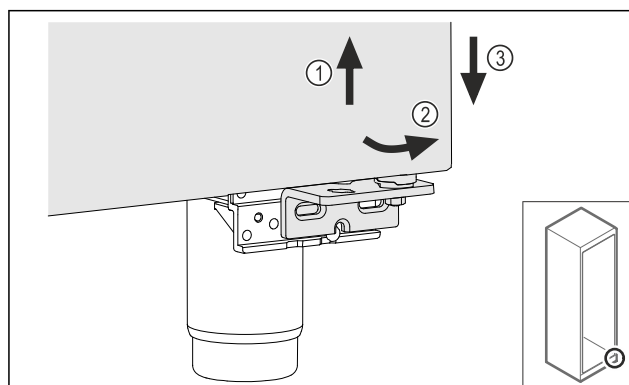

Fig. 11
- Levantar ligeramente la puerta Fig. 11 (1): inclinarla hacia delante por la parte inferior Fig. 11 (2) y bajarla Fig. 11 (3).